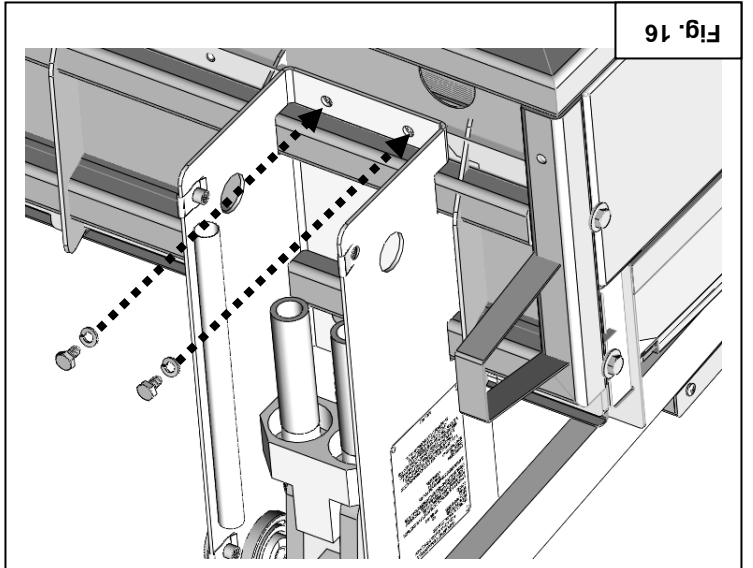

Fig. 16
18. Insert and tighten the bottom mounting bracket screws and washers. Fig.16.
18. Insérez et serrez les vis et rondelles intérieures du support de montage. Voir Fig. 16.